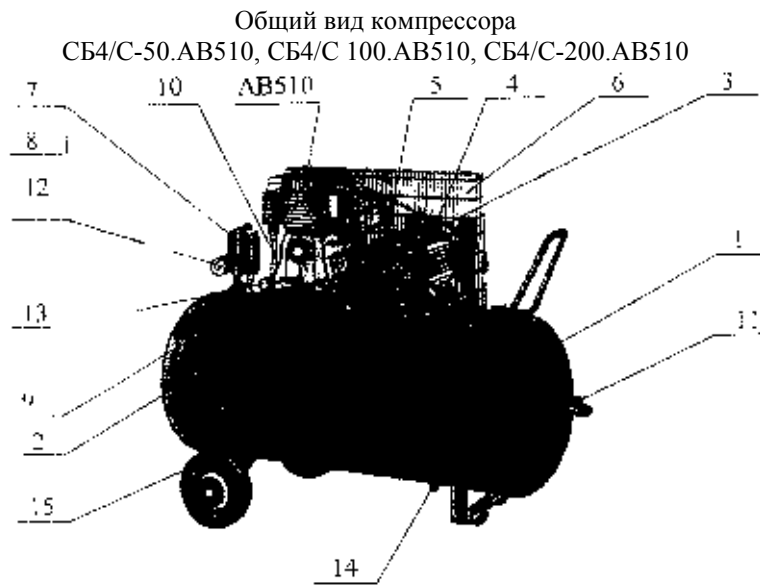
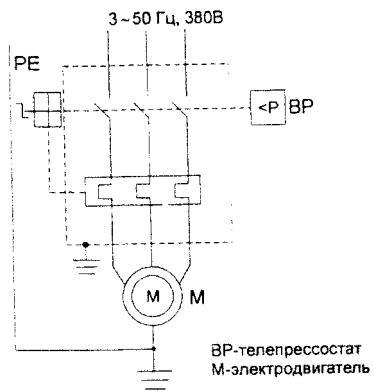

Рис.1
Рис.3
2.8. Общий вид компрессоров представлен на рис. 1, 2, схема электрическая принципиальная — на рис. 3.
5.1. Компрессор (рис.1,2) состоит из следующих основных сборочных единиц и деталей: узла компрессора АВ510, ресивера 1, платформы 2, электродвигателя 3 со шкивом 4, клинового ремня 5, защитной решетки 6, прессостата 7, манометра 8, воздухопровода 9, нагнетательного воздухопровода 10, крана 11, клапана предохранительного 12, клапана обратного 13, клапана сливного 14, колес и амортизаторов 15.